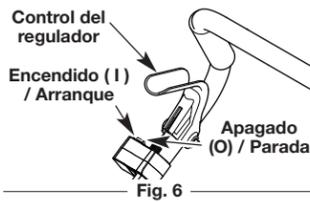

Fig. 6
**NOTA:** No hay necesidad de encender la unidad. El interruptor de Encendido/Apagado debe estar en la posición ENCENDIDO ( I ) en todo momento (Fig. 6).
2. Oprima y no suelte el interruptor de control de Encendido y Apagado en la posición APAGADO ( O ) hasta que el motor se detenga por completo (Fig. 6).